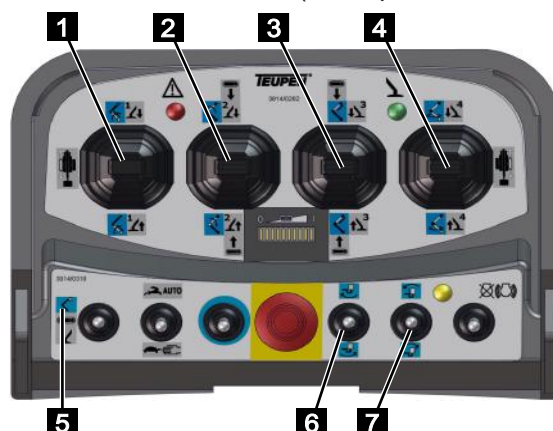

Fig. 112
3. Mettre le sélecteur de fonction de la commande sur [Fonctions de la plateforme] (bleu) (Fig.112/5).
4. Manipuler la plateforme avec les leviers de commande (Fig.112/1,2,3,4,6 et 7) conformément au tableau suivant.
| Pousser le levier de commande (Fig.112/1) vers l'avant   |             | Monter le bras inférieurSortir le bras inférieur*                 |
| Pousser le levier de commande (Fig.112/2) vers l'avant   |             | Monter le bras supérieur                                              |
| Pousser le levier de commande (Fig.112/3) vers l'avant   |             | Sortir le bras supérieur                                              |
| Pousser le levier de commande (Fig.112/4) vers l'avant   |             | Tourner la plateforme dans le sens des aiguilles d'une montre         |
| Pousser l'interrupteur à bascule (Fig.112/6 vers l'avant |             | La nacelle s'incline vers l'avant                                     |
| Pousser l'interrupteur à bascule (Fig.112/7 vers l'avant |             | Le bras de la nacelle monte                                           |